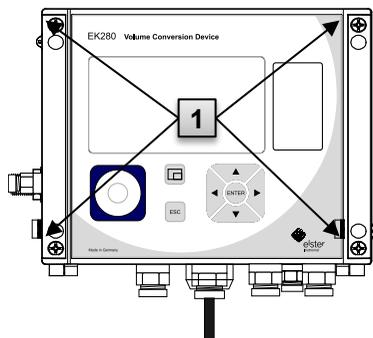

Fig. 29
2. Afloje los cuatro tornillos (Fig. 29: **1**), que cierran la carcasa.
11. Fig. 29: **1**).